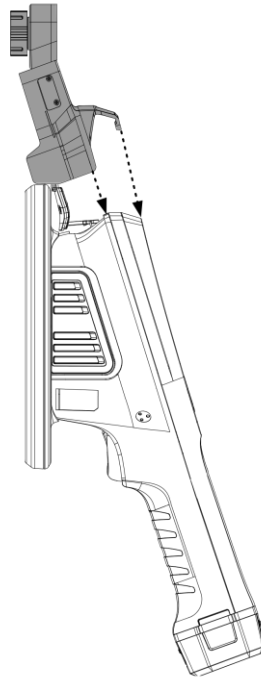

Figura 2-3 Allineamento della staffa e del riproduttore d'immagini termografico
2. Allineare la staffa e il riproduttore d'immagini termografico secondo la direzione della freccia (vedere *Figura 2-3*), rendendo il bordo della staffa parallelo al telaio della telecamera.